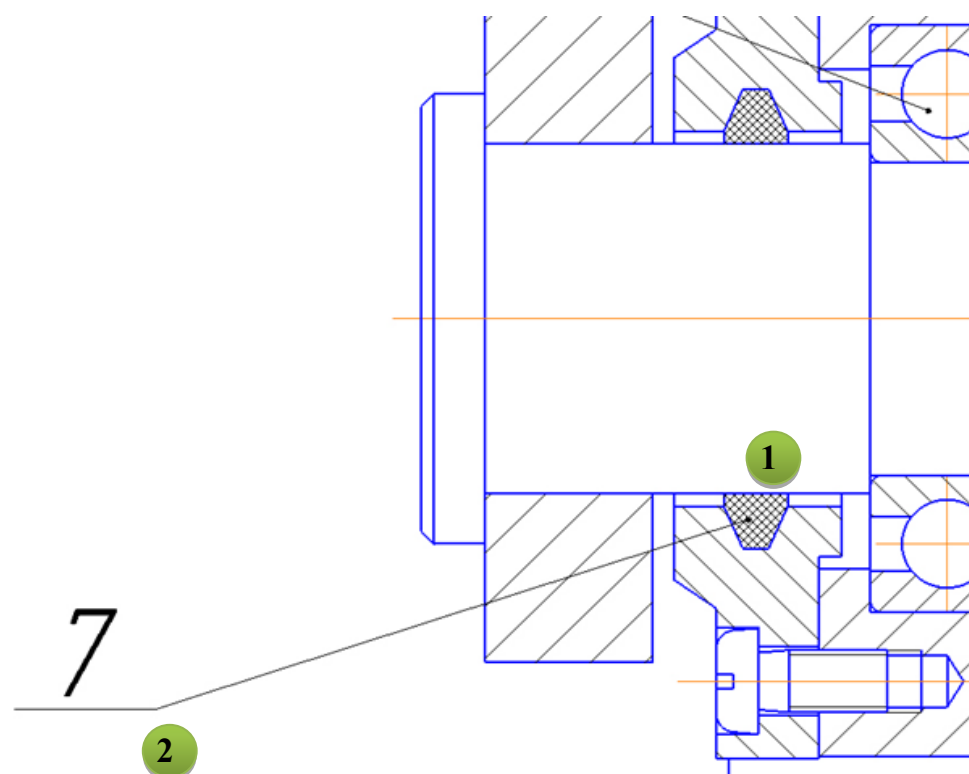

Рис. 4.70. Позиционное обозначение уплотнительного кольца
- Укажите точку 1 на уплотнении и точку 2 начала полки (произвольно) (рис. 4.70). Построение объекта заканчивается щелчком по кнопке «Создать объект»  на панели «Параметры».